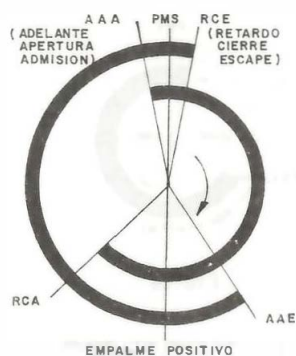

Fig. 18
c. *Empalme positivo.* Cuando la válvula de admisión se abre antes de que cierre la de escape (fig. 18).